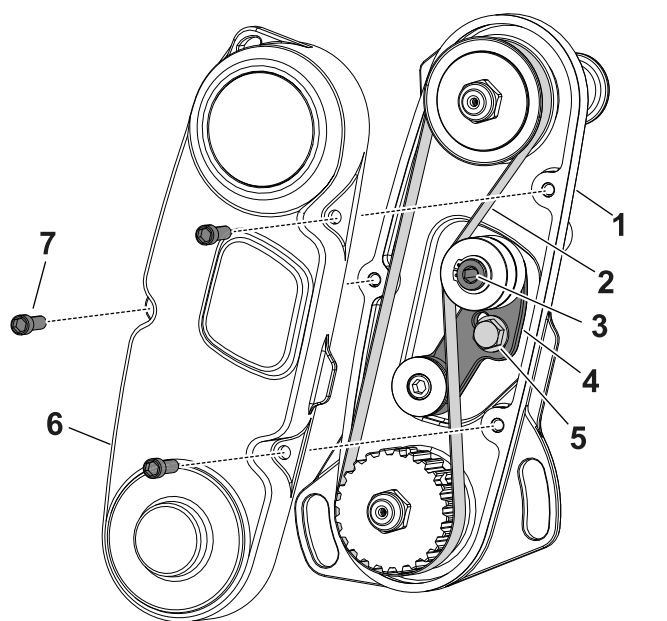

图 15
1. 拆下皮带罩露出皮带图 15。
2. 拧松怠轮臂螺栓并旋转怠轮臂图 15以释放皮带的张紧力。
3. 拆下皮带 (图 15)。
6. 如图 15 所示安装皮带向怠轮臂内六角施加 4~5N·m 的力张紧皮带。